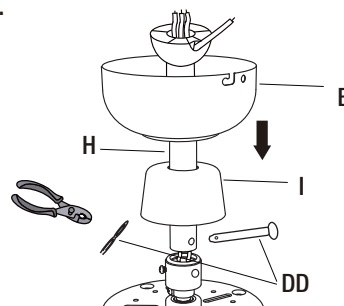

Figura 5
- Saque el pasador partido y el pasador pivotante (DD) de la bolsa de piezas sueltas y apártelos para su posterior restauración.
- Coloque el conjunto de la varilla de extensión (H) a través de la campana del techo (B) y la cubierta de la barra de suspensión (I). (Figura 5).
- Pase con cuidado los cables del ventilador por el conjunto del vástago (H).